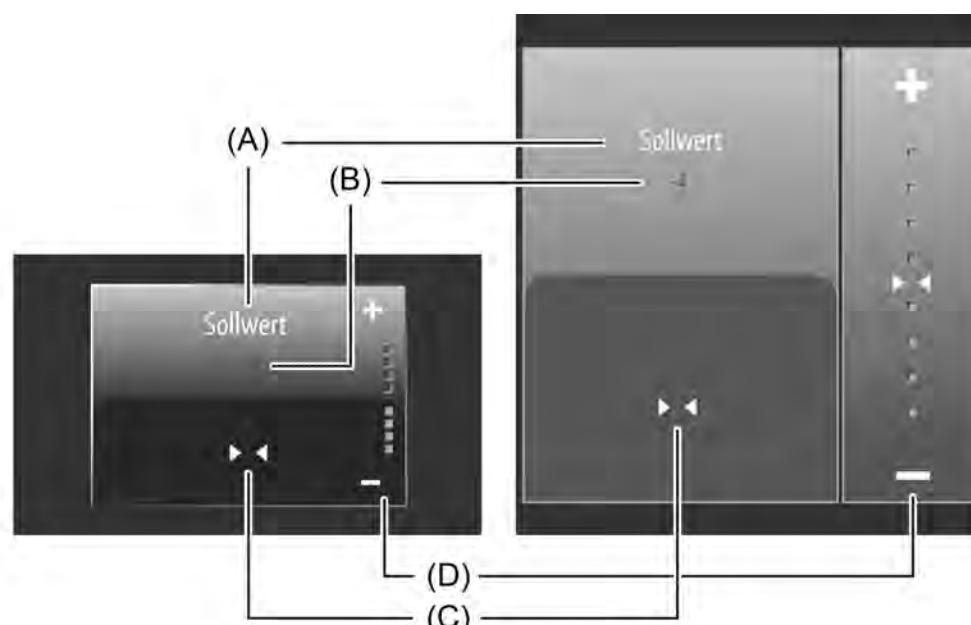

Bild 46: Beispiel für Bedien- und Anzeigeelement der Kanalfunktion
Der Anzeigebereich enthält verschiedene Darstellungselemente (Bild 46), die durch ETS-Parameter beeinflusst werden. Jedem KNX Kanal kann in der ETS eine Bezeichnung vergeben werden (A). Diese Text-Bezeichnung wird im Anzeigeelement zentriert zur Anzeige gebracht, wodurch steuerbare KNX Funktionen für den Anwender kenntlich gemacht werden (z. B. "Sollwert").